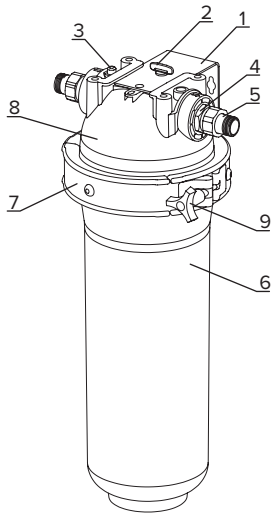

Рис. 1. Схема установки корпуса водоочистителя
4. Установка корпуса водоочистителя (рис. 1)